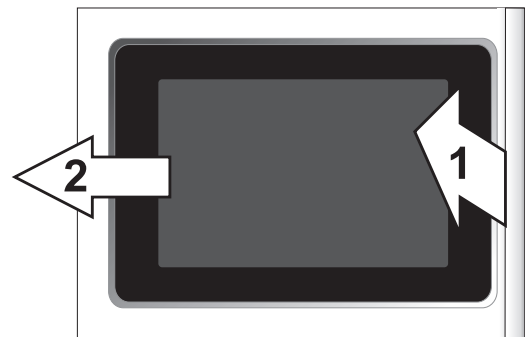

Figura 12
- 6.3.2. Para quitar el montaje exterior de la puerta, levante ligeramente el lado de la agarradera unos 30°. Deslice el montaje exterior de la puerta hacia fuera de las bisagras de la puerta (Figura 12).
Para una instalación típica de un horno eléctrico incorporado debajo del mostrador, véase la figura 12.